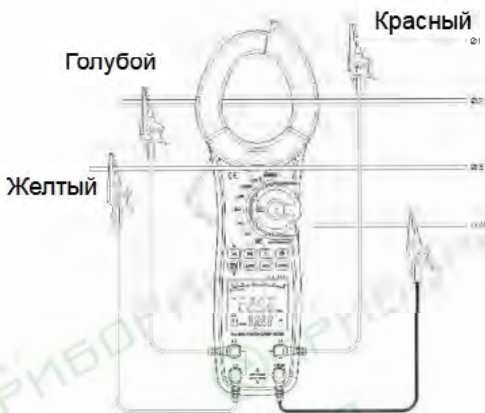

Рис. 6
3. Метод подключения (см. рис. 6, 7, 8):
● При измерении по схеме «3 фазы, 4 провода» подключить прибор, как показано на рис. 6.
Нажать кнопку Σ и удерживать в течение 1 секунды для перехода в нормальный режим измерения. На рис. 6 $\Sigma W = W1 + W2 + W3$.
3. Метод подключения по схеме «3 фазы, 4 провода» или «3 фазы, 3 провода» показан на рис. 6 и 15.
3. Метод подключения схемы «3 фазы, 4 провода» и «3 фазы 3 провода», см. рис. 6 и 15.